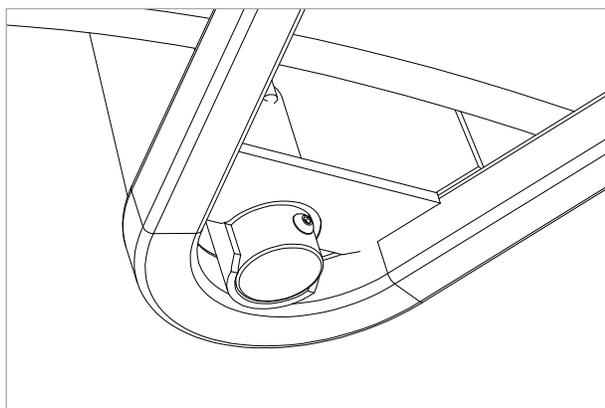

Figure 7.9.
9. Une fois la vis installée, la potence doit être entièrement fixée maintenant (voir Figure 7.9).